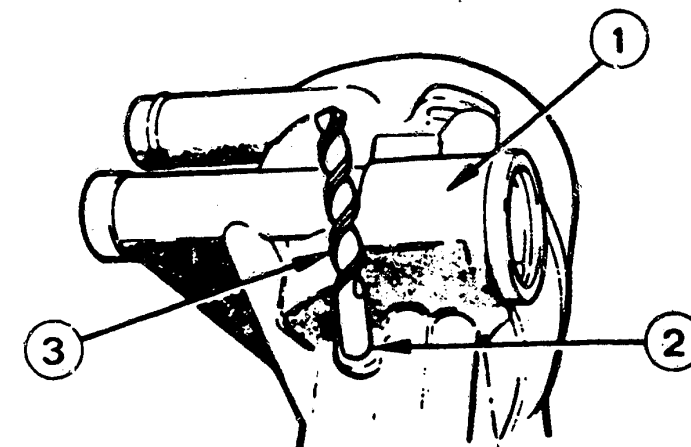

Bild 13 Einstellvorgang für die Grundeinstellung des Kaltstartvergasers. 1 Gehäuse – 2 Führungsbohrung – 3 Bohrer als Lehre.
f) **Choke-Grundeinstellung.** Bei abgebautem Luftfilter und Bimetallfedergehäuse ist der Plastikstopfen aus der Führungsbohrung (2 in Bild 13) zu entfernen und dort ein 3,4mm Bohrer einzuführen. Dann wird die Mutter der Choke-Achse gelöst und der Mitnehmerhebel der Bimetallfeder bis zum Anschlag am Bohrer gedreht und darauf die Mutter festgezogen. Der Stopfen ist erst nach der Einstellung der Schnell-Leerlaufdrehzahl einzusetzen.
g) **Schnell-Leerlauf-Einstellung** oder Kontrolle. Anstelle des 3,4mm Bohrers wird nun ein 4,2mm Bohrer eingeführt (3 in Bild 13) und der Unterdruckkolben (Pull-down) nach unten gedrückt. Bei richtiger Einstellung soll der Mitnehmerhebel des Chokekolbens den Mitnehmerhebel der Bimetallfeder gerade berühren. Andernfalls ist das Gestänge entsprechend zu biegen.